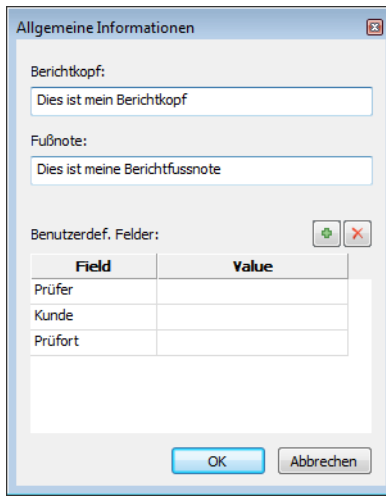

Abbildung 6-10 Dialogfeld Allgemeine Informationen (Beispiel)
2. Klicken Sie im Dialogfeld **Fehlertabelle** auf **Allgemeine Info**, um das Dialogfeld Allgemeine Informationen zu öffnen und den HTML-Bericht der Anwendung anzupassen (siehe Abbildung 6-10 auf Seite 348)